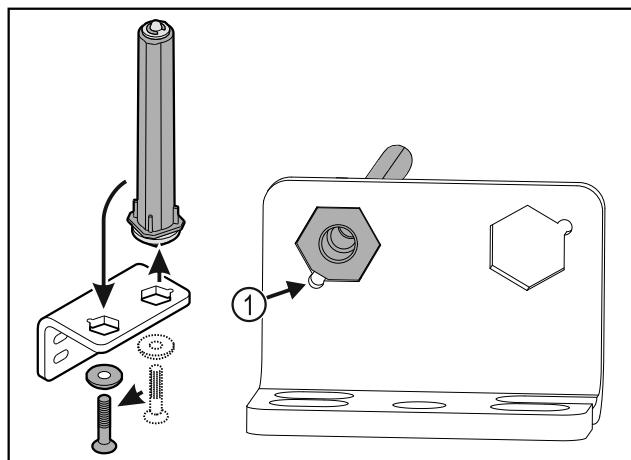

Fig. 26
- ▶ Проследите за тем, чтобы при установке скос пальца Fig. 26 (1) указывал в направлении круглого отверстия.